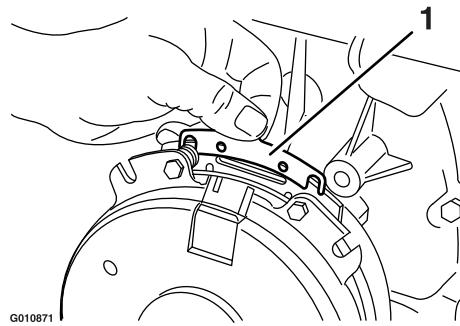

Figura 69
- B. Usando un alicate de punta fina, o a mano, sujeté la pestaña y retire el suplemento (Figura 69).
Retire cualquier acumulación de hierba, suciedad u otros residuos de la rejilla del motor. Esto ayuda a asegurar una refrigeración adecuada y una velocidad de motor correcta, y reduce la posibilidad de sobrecalentamiento y daños mecánicos al motor (Figura 69).